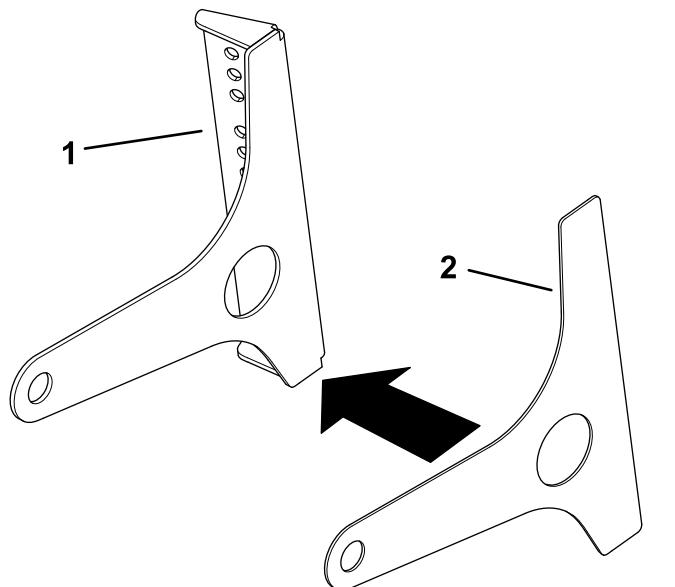

Figure 3
4. Collez le joint de la poignée sur le support de rétroviseur (Figure 3).